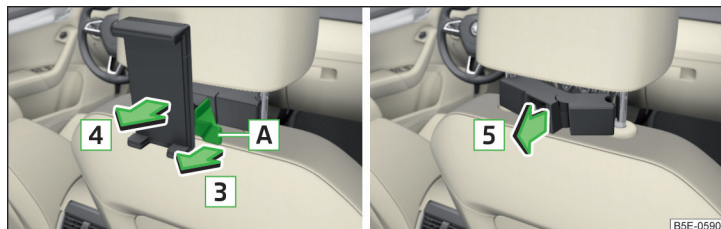

Fig. 103 Detașarea: suport / adaptor
- Pentru **detașare**, trageți de cleva de siguranță **A** în sensul săgeții **3** și scoateți suportul în sensul săgeții **4** din adaptor » fig. 103.